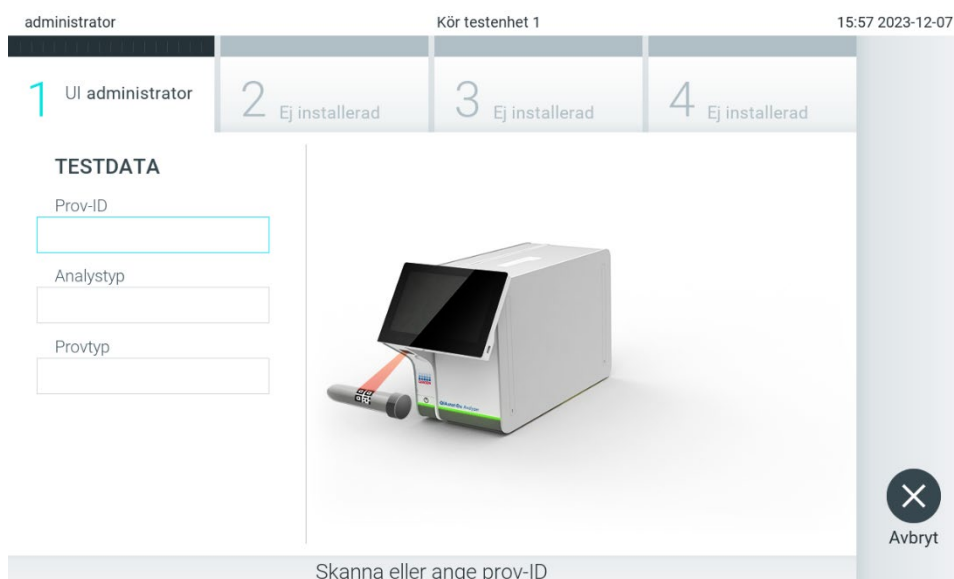

Bild 85. Skanna streckoden med prov-ID.
2. Skanna provets ID-streckkod med hjälp av streckodsläsaren som är integrerad i driftsenheten när du uppmanas till det (bild 85).